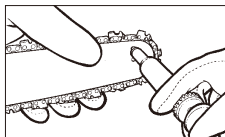

Fig. 20
3. Folosind pistolul de lubrifiere (opțional) introduceți acul în orificiul de lubrifiere și injectați unsoare până la apariția acestuia pe marginea exterioară a pinionului (Fig. 20).